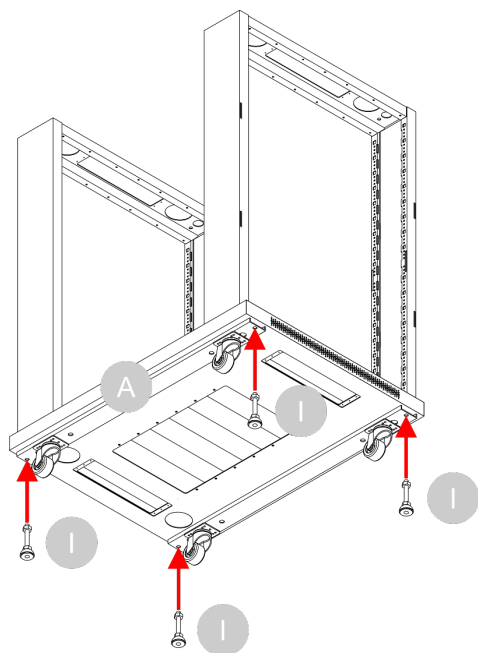

Fig. 23
- 06) Fissare i **piediregolabili (I)** alla parte inferiore della **piastra di fondo (A)**, ruotandoli in senso orario, come mostrato nella Fig. 23.